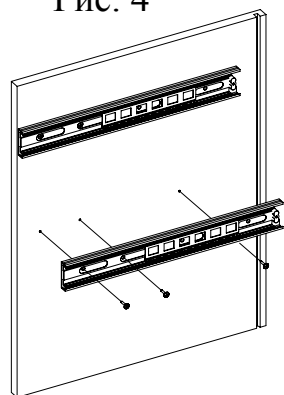

Рис. 5
4. Соберите ящик. Закрепите внутренние планки направляющих на деталях 9 и 10 шурупами 3,5х16 (Рис.6). Далее соедините деталь 9 и 10 с деталью 11 при помощи конфирмат. Затем вставьте деталь 13 в пазы деталей 9, 10, 11. Соедините деталь 12 с деталями 9, 10 и затяните головки минификс. Присоедините ручку к детали 12 шурупами 4х38.(Рис.5)